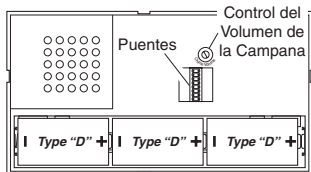

Figura 3 - Campana Interna
3. **Coloque las 3 pilas alcalinas "D"**. Asegúrese de que estén correctamente colocadas (vea la Figura 3).
5. **Ajuste del control del volumen**. Regule el control de volumen al nivel deseado (vea la Figura 3).
- Cambie las baterías (pilas) (vea la Figura 3).